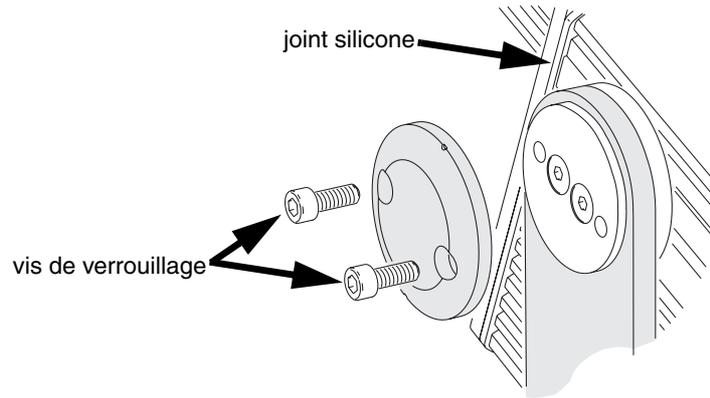

Figure 7: Réglage du Tilt
2. Consultez la Figure 7. Desserrez mais ne retirez pas les vis de blocage de tilt.